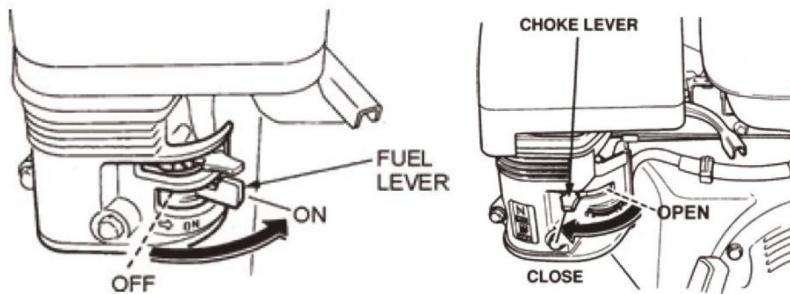

FIG.6 FIG.7
- 9.1 Coloque la palanca de la válvula de combustible del motor (FIG. 6) en la posición "ON".